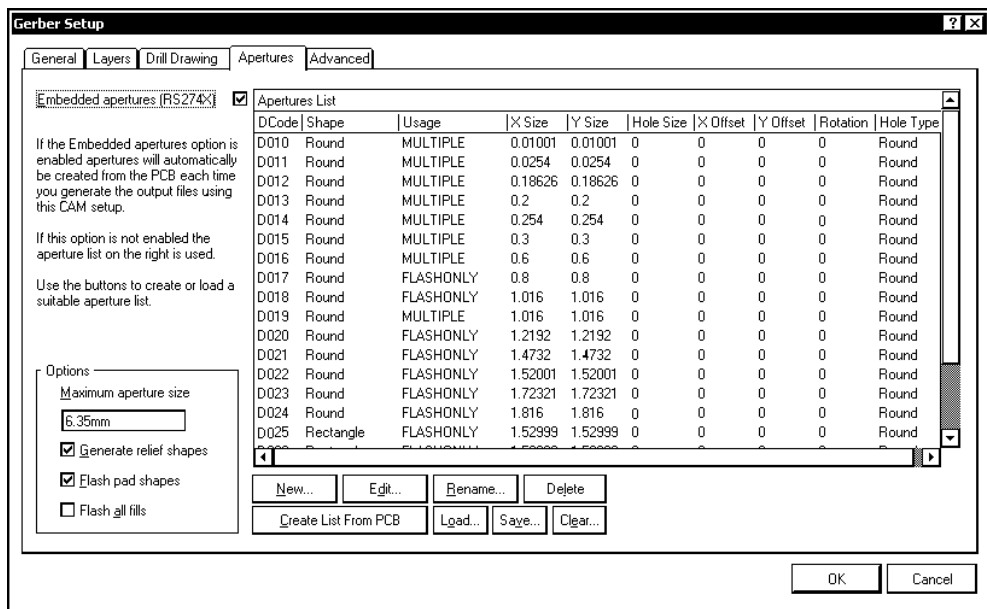

Рис. 13.12. Настройка параметров экспорта в формат фотоплоттера Gerber: панель редактирования апертур
- На вкладке **Apertures** (рис. 13.12) активизировать (или нет) опцию **Embedded Apertures (RS274X)**. Если опция выбрана, это означает, что выходные данные будут формироваться в формате RS274X, т. е. команды синтеза апертур будут генерироваться и встраиваться в файл выходных данных. В противном случае с помощью кнопок управления, расположенных в правой половине диалогового окна, следует сформировать или загрузить извне готовую таблицу апертур. Для формирования таблицы апер-